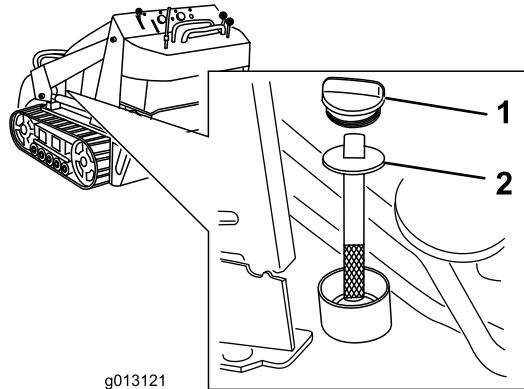

Bild 17
5. Reinigen Sie den Bereich um den Einfüllstutzen des Hydraulikölbehälters (Bild 17).
6. Entfernen Sie den Deckel vom Einfüllstutzen und überprüfen Sie den Ölstand auf dem Peilstab (Bild 17).